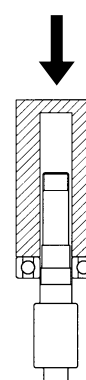

図 5
- (1) 出口側ベアリング⑲を、シャフト⑧の段付部まで完全に圧入する。(図5)
- (2) ベアリングワッシャ㉑、ベアリングナット㉒を取り付ける。
- (3) 出口側ベアリング⑲を出口側ベアリングボックス⑮に挿入する。
- (4) ベアリング押さえ⑳を仮取り付けする。